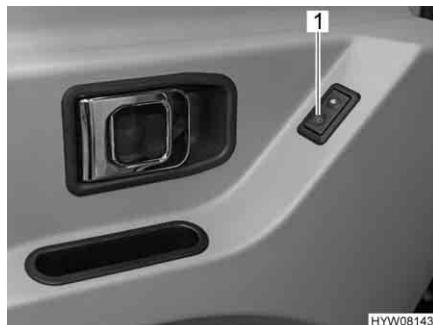

Fig. 15 Interruttore per l'azaracristalli elettrico nella porta conducente
*Apertura e chiusura:* ■ Premere l'interruttore (Fig. 15,1).